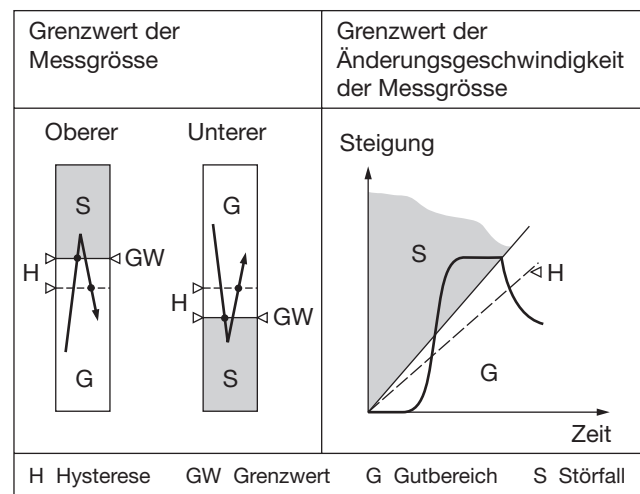

Bild 3
- zur Überwachung der Messgröße als unterer oder oberer Wert zwischen - 10 und + 110%² (siehe Bild 3, links)
- zwischen ± 1 und ± 50%²/s (siehe Bild 3, rechts)